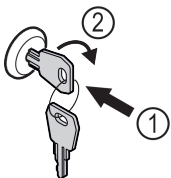

Fig. 156 Simbolična slika
- Vstavite ključ Fig. 156 (1).
- Ključ obrnite v smeri urnih kazalcev za 90° Fig. 156 (2).